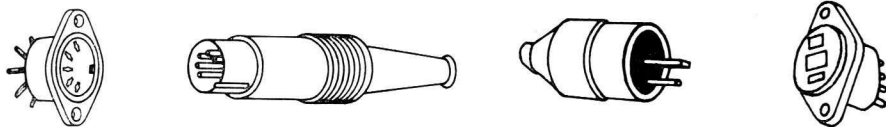

Fig. 10: Stekkers en bussen volgens DIN: links vijfpolige diodestekker en bus, rechts luidspreker-stekker en -bus.
heeft twee afgeschermded verbindingen voor de opname (aansluitingen aan de contactpennen 1 – linker kanaal – en 4 – rechter kanaal) en twee afgeschermded verbindingen voor de weergave (pen 3 – linker kanaal – en 5 – rechter kanaal). De →afschermingen (2) worden samen als aarde- of nulleiding gebruikt, →fig. 10.